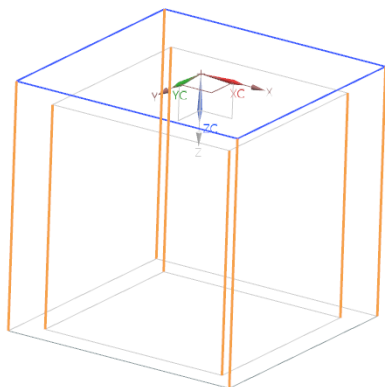

图 8-27 选择边
(3) 选择如图 8-27 所示的 4 条边线转换为止裂口。